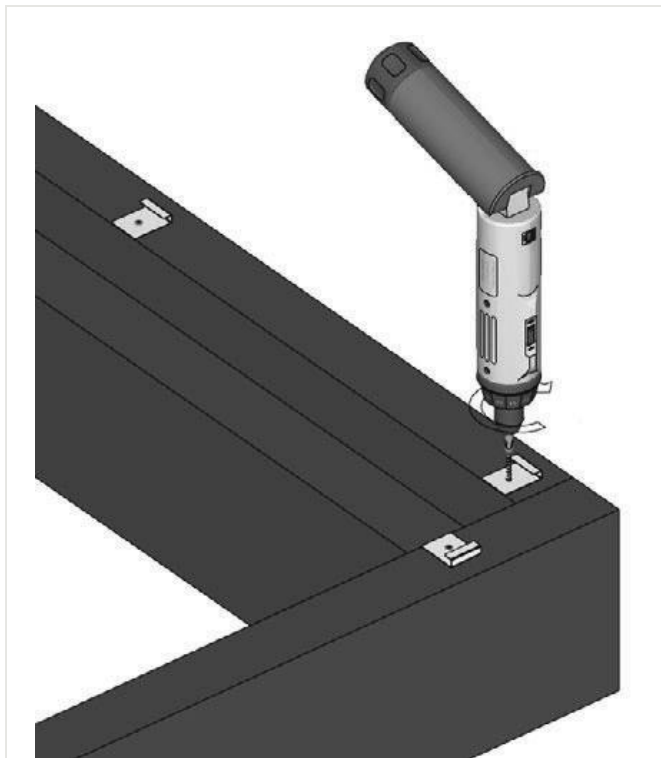

FIG. 21 – CLIPS DE INICIO FIJADOS AL RASTREL EXTERIOR
- 01 Fije los clips de inicio al rastrel exterior (fig. 21) a intervalos de 300 mm.